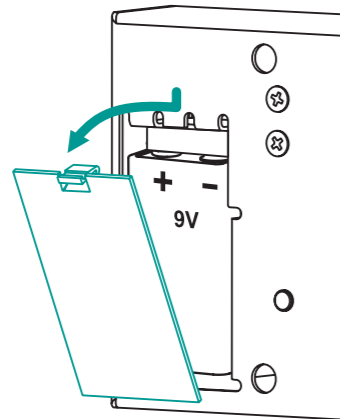

Рис. 5.1
- Откройте крышку батарейного отсека замка см. Рис. 5.1.